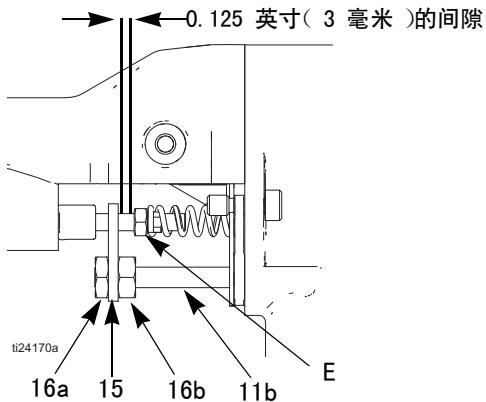

图 23. 致动器臂调节
3. 拆卸安全螺母（16）、致动器臂（15）和调节螺母（16）。参见图 23。
参见图 23。
4. 卸下调节螺母（16a）和致动器臂（15）。参见图 23。